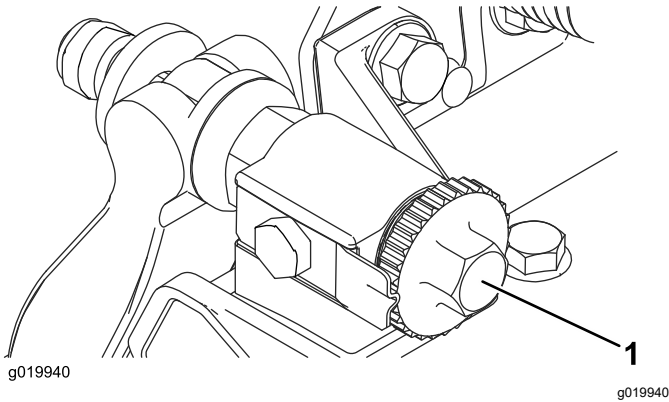

Figura 9
2. Rotii uruburile de reglare pentru bara de cadru în sens invers acelor de ceasornic pentru a asigura faptul că bara nu intră în contact cu cilindrul (Figura 9).